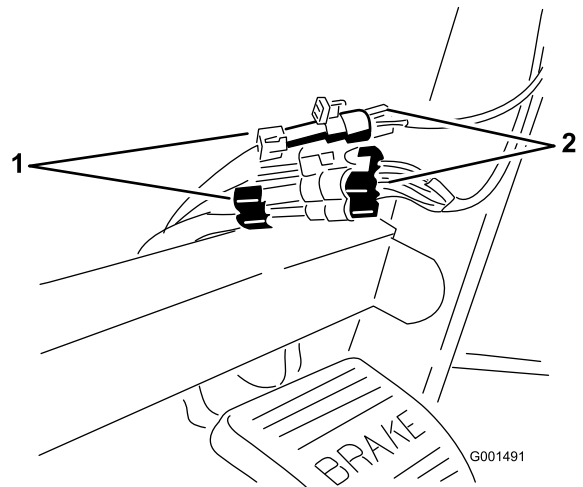

図 7
- 7. スプレープロの電気コードのコネクタを、ダッシュボード下にあるコネクタに接続する(図 7)。